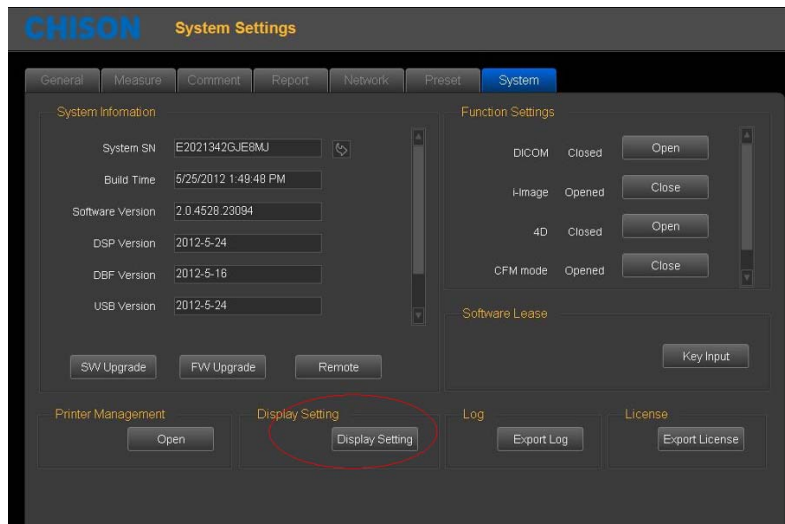

Fig.3-4
1) Appuyez sur la touche «Setup»; entrer dans l'interface "système", puis sélectionnez "Paramètres d'affichage". Voir l'image en Fig.3-4.